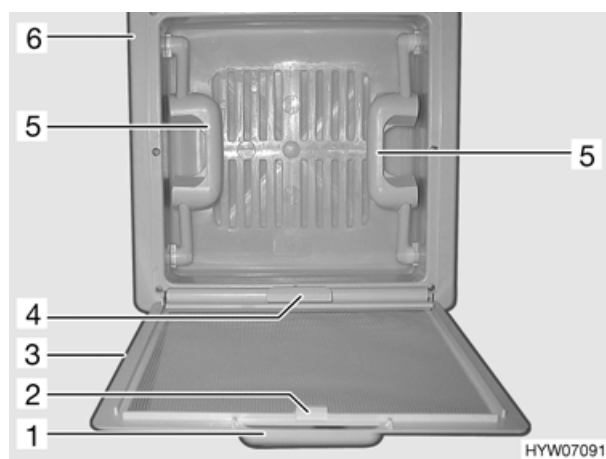

Fig. 25 Oblò
- Tirare la protezione contro gli insetti (Fig. 25,3) verso il basso utilizzando la maniglia (Fig. 25,1). La protezione contro gli insetti si ribalta verso il basso.
- Premere l'oblò verso l'alto mediante entrambe le maniglie (Fig. 25,5).
- Ribaltare la protezione contro gli insetti verso l'alto e bloccarla sul telaio (Fig. 25,6).
- Tirare con forza verso il basso l'oblò utilizzando entrambe le maniglie (Fig. 25,5).
- Tirare la protezione contro gli insetti (Fig. 25,3) verso il basso utilizzando la maniglia (Fig. 25,1). La protezione per insetti si ribalta verso il basso.
- Tirare l'oscurante a rullo per la maniglia (Fig. 25,4) fino alla maniglia contrapposta della protezione contro gli insetti (Fig. 25,2) e farla innestare.
- Disinnestare l'oscurante a rullo utilizzando la maniglia della protezione contro gli insetti (Fig. 25,2).
- Ricondurre lentamente l'oscurante a rullo accompagnandolo con la maniglia (Fig. 25,4).